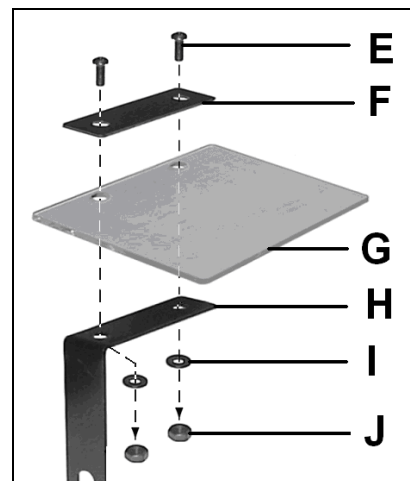

Fig 2
Visser les 2 vis à tête goutte de suif (E, Fig 2) à travers la tôle à griffes (F), le regard (G), l'équerre de montage (H), la rondelle (I) et bloquer l'écrou (J).